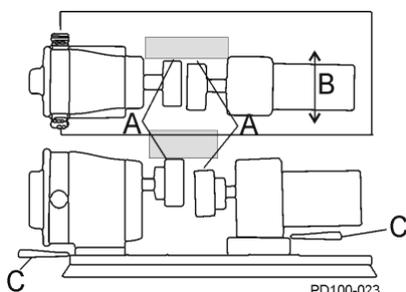

Abbildung 24 - Parallele Ausrichtung prüfen
2. Ermitteln Sie unter Einsatz einer Fühllehre an Position „A“ in Abbildung 24 die Richtung und den Betrag der erforderlichen Verschiebung (Abbildung 24, Pos. B).